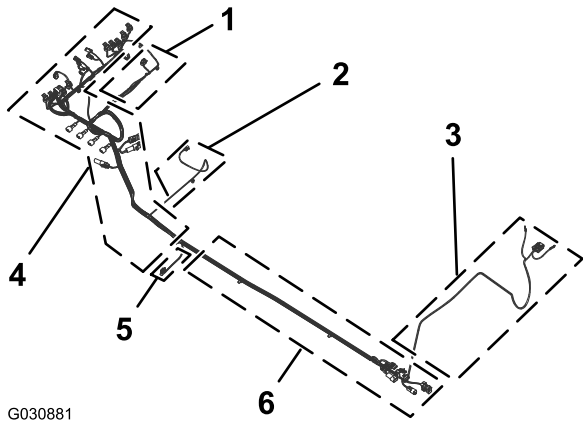

図 110
1. 新しい電気ハーネスから、165cmの枝線と203cmの枝線を探し出す 図 110。